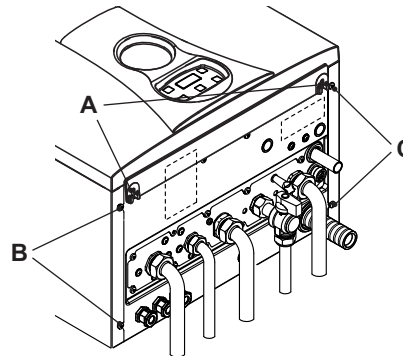
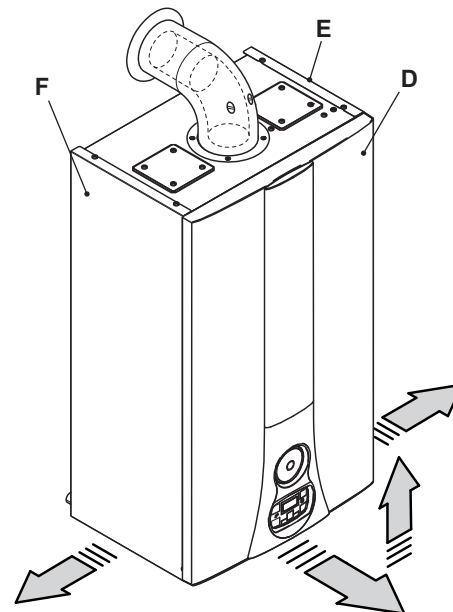

Figura 9.5
Figura 9.6
- Desenrosque los tornillos A y desmonte el panel frontal D tirando de él hacia usted y luego levantándolo para liberarlo de los alojamientos superiores (Figura 9.5 y Figura 9.6).
Afloje los tornillos B y C de la Figura 9.5 y desmonte los dos paneles laterales E y F
- Sujete el panel frontal D con los tornillos A (Figura 9.5).